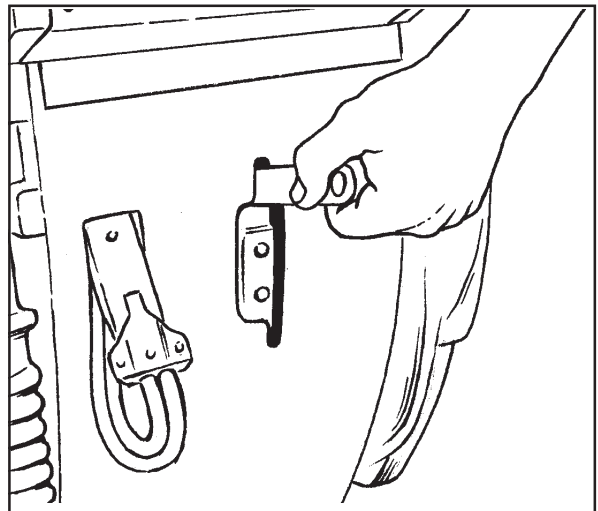

Figure 19
2. Pour relever le suceur, replacez le levier en position haute. Voir figure 19.